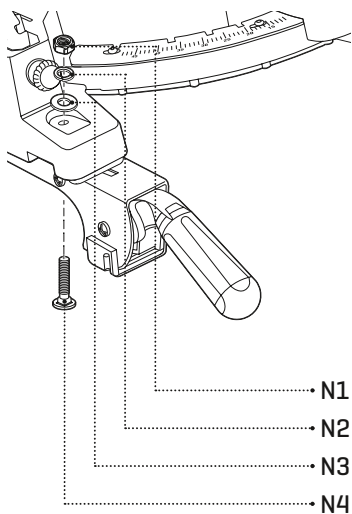

рис.5
КРЕПЛЕНИЕ ТОРЦОВОЧНОЙ ПИЛЫ К МОНТАЖНЫМ КРОНШТЕЙНАМ (рис.5)
Торцовочные пилы устанавливаются на рабочий стол при помощи монтажных кронштейнов (С). Для крепления пилы к кронштейну используют крепёж из монтажного набора (N). Прикрепите пилу как изображено на рис.5. Обратите внимание, что болты устанавливаются резьбовыми стержнями вверх (головки болтов - внизу). При неправильном использовании крепежа резьбовые стержни будут мешать надёжной установке монтажных кронштейнов на направляющие рамы каркаса стола.